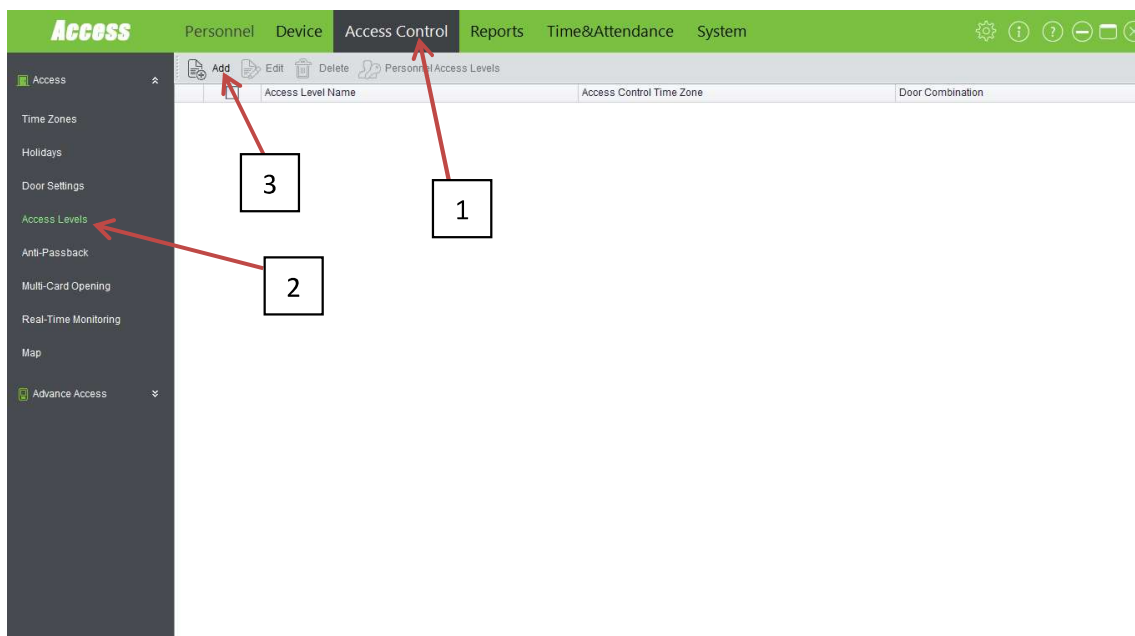

Figura 9 - Níveis de privilégios
Definir níveis de acesso **Access Control (1)->Access Levels (2)->Add (3)** (Figura 9).